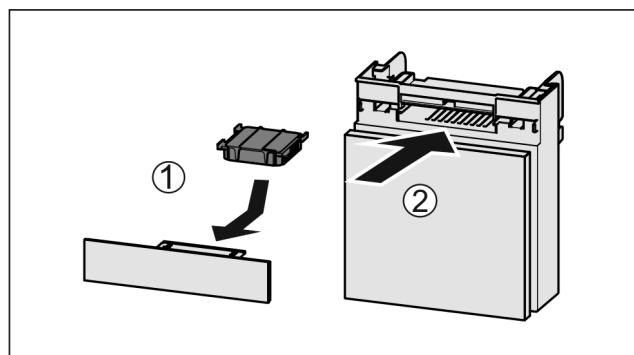

Fig. 39
- Filtr s aktivním uhlím vložte podle vyobrazení Fig. 39 (1).
- Zásuvku zasuňte Fig. 39 (2).